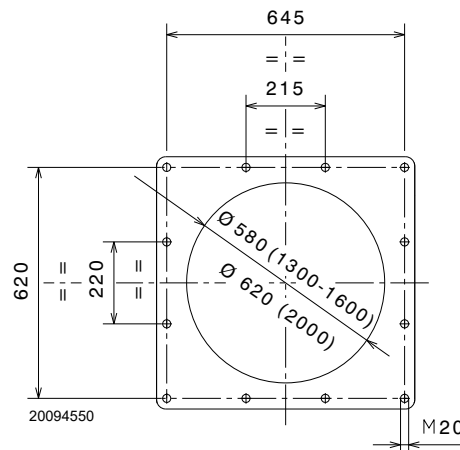

Fig. 13
Forare la piastra di chiusura della camera di combustione come in Fig. 13.
- Infilare tutto il bruciatore sul foro caldaia, precedentemente predisposto, come in Fig. 13, e fissare con le viti date a cor-